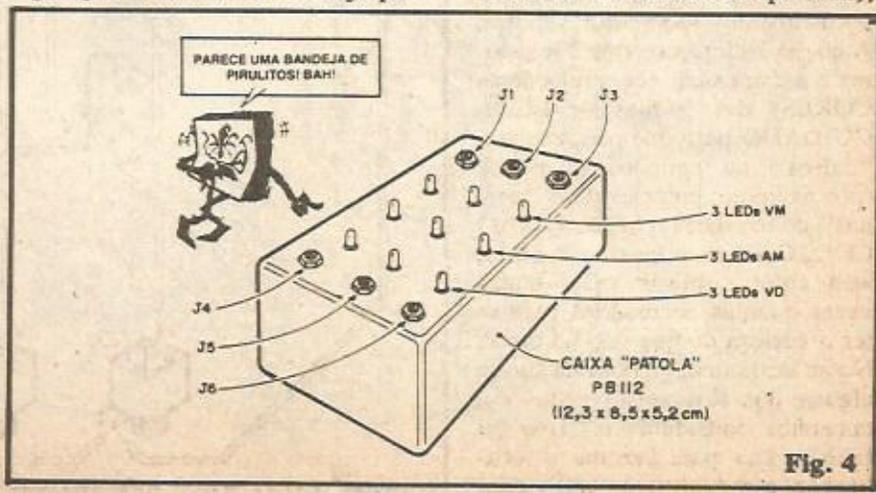
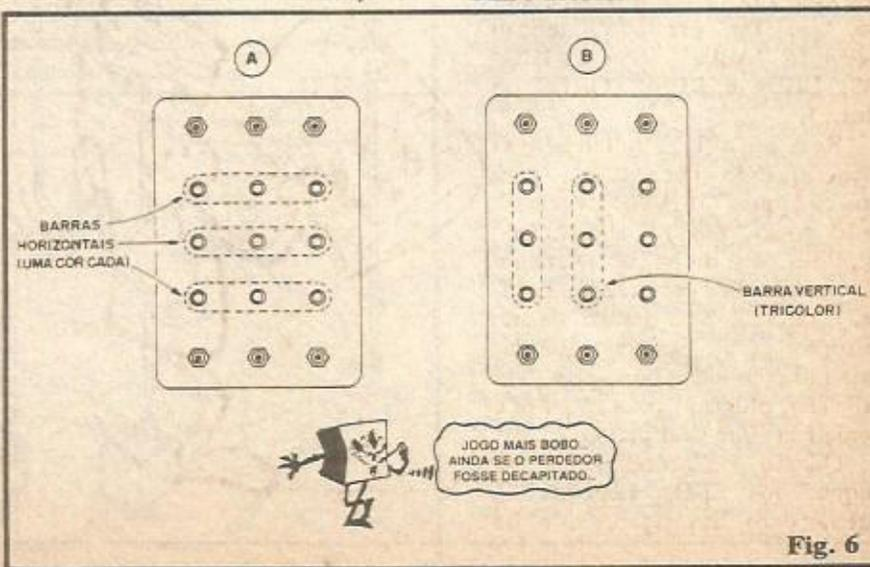

Fig. 4
Fig. 6
- FIG. 4 - Em 4-A um LED comum ("visível") aceso. Nosso olho pode detectar a radiação que ele emite, nas cores vermelho, amarelo ou verde... Já em 4-B temos um LED INFRA-VERMELHO (sua radiação luminosa tem frequência inferior à correspondente à cor vermelho...), em tudo, eletricamente, igualzinho a um LED comum, com um único (e importante...) detalhe: ele "está aceso", mas não vemos a sua luz! É isso mesmo: luz invisível! Parece coisa de ficção científica, mas não é... Usaremos, em futura "Aula" o LED infra-vermelho e seus complementos, ou seja: dispositivos eletrônicos capazes de "ver o invisível" (foto-transistores e foto-diodos sensíveis à radiação infra-vermelha...).
- **FIG. 4** - As interligações dos componentes anexos ao tabuleiro do JOGO DO QUADRADO LUMINOSO são também todas soldadas, porém a especial configuração mecânica do arranjo per-
- **FIG. 6** - Jogando o QUADRADO LUMINOSO. Tudo ligado, conferido e devidamente "encaixado" (como na fig. 4), as 4 pilhas podem ser encaixadas no respectivo suporte. Com todos os 6 jaques
- A **SEGUNDA MAIOR** pontuação seriam duas colunas (verticais) de 3 LEDs (tricolor, portanto) acesas (fig. 6-B).